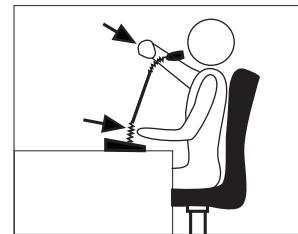

Figura 4
4. Ajuste o pescoço de ganso para direcionar o microfone para a fonte de som adequada. (Figura 4)